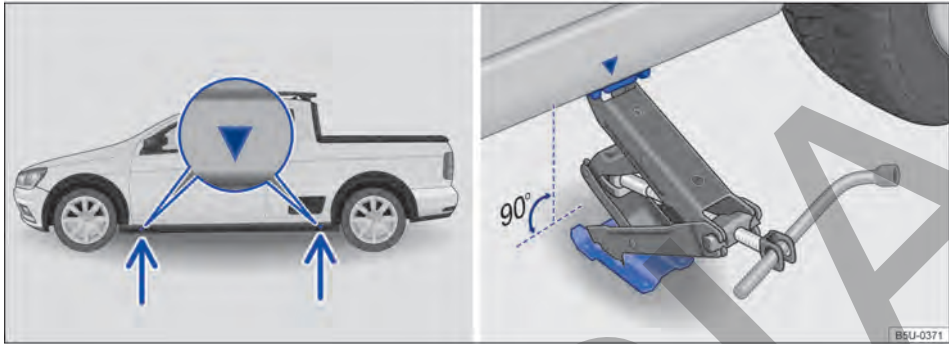

Fig. 222 Puntos de apoyo del gato y gato posicionado atrás en el lado izquierdo trasero del vehículo.
El gato únicamente puede ser posicionado en los puntos de apoyo indicados (marca en la carrocería) → fig. 222. Es válido el punto de apoyo ubicado próximo a la rueda correspondiente → ⚠️.
7. Buscar debajo del vehículo el punto de apoyo del gato → fig. 222 más próximo a la rueda que se debe cambiar.
9. Garantizar que la base del gato, con toda su superficie, esté sobre el piso y que la base se encuentre perpendicularmente por debajo del punto de colocación → fig. 222.
10. Alinear el gato y, simultáneamente, levantar la garra del gato hasta que se encaje en el travesaño debajo del vehículo → fig. 222.
- Posicionar el gato únicamente en los puntos indicados. La garra del gato debe encajarse en el perfil del larguero de forma segura → fig. 222.